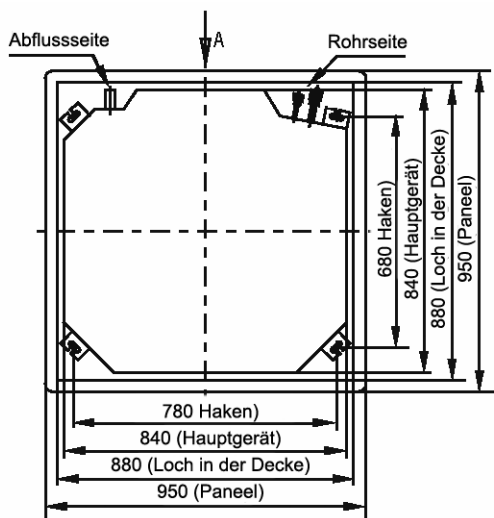

Abb. 3
(1) Installation des Hauptgeräts
- a. Öffnen Sie ein 880X880mm quadratisches Loch in Form des Installationskartons in der Decke. (S. Abbildung 3, 4)